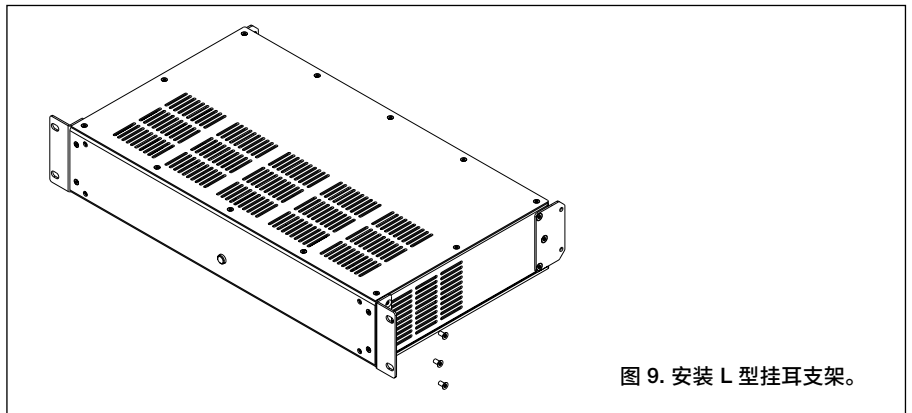
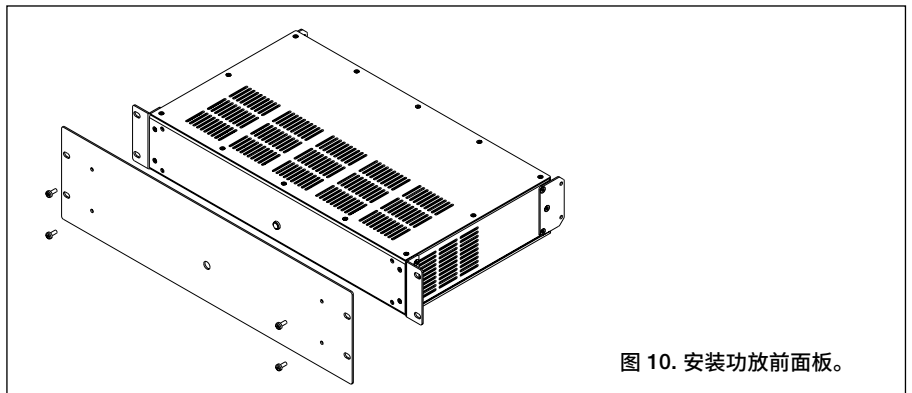

图 9. 安装 L 型挂耳支架。
图 10. 安装功放前面板。
- 10. 将两个 L 型挂耳支架以及功放前面板安装在功放上 (包装箱内附带, 见图 9 和图 10)。